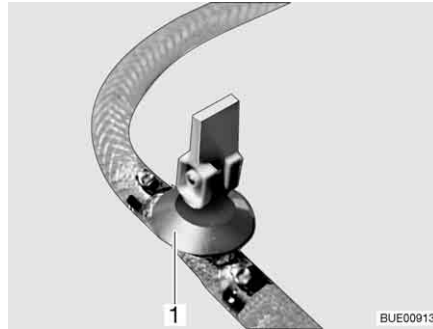
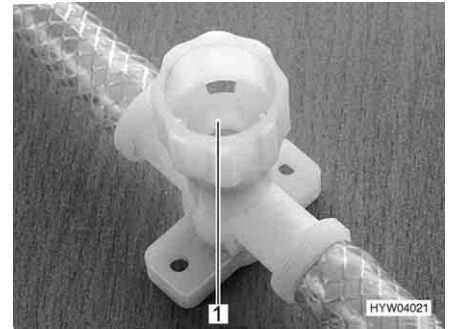

Bild 154 Avtappningskran (med vipparm)
Bild 155 Avtappningskran (med vred)
- Stäng alla utloppsventiler. Ställ för detta avtappningskranens vipparm (Bild 154,1) vågrätt eller vrid avtappningskranens kran (Bild 155,1) medurs.